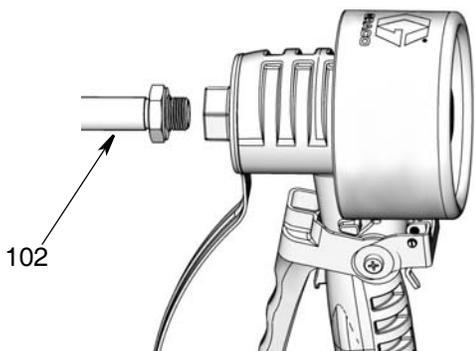

FIG. 5
**NOTA:** No utilice cinta PTFE ni sellante en las roscas de la extensión (102). Esto podría causar fugas en el accesorio de conexión.
- b. Enrosque la extensión (102) en el alojamiento como se observa en la FIG. 5 hasta que toque fondo.